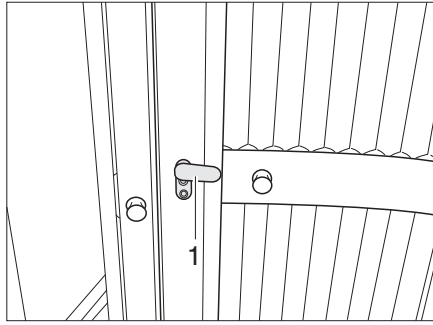

Bild 362 Vario-Toilette, Toiletten-Eingangstür
- Den Riegel (Bild 362,1) an der Toiletten-Eingangstür senkrecht stellen und das Innenteil der Toiletten-Eingangstür ausklappen.
- Das Innenteil zur Toiletten-Eingangstür drehen und zum Schließen den Riegel (Bild 362,1) waagrecht stellen.